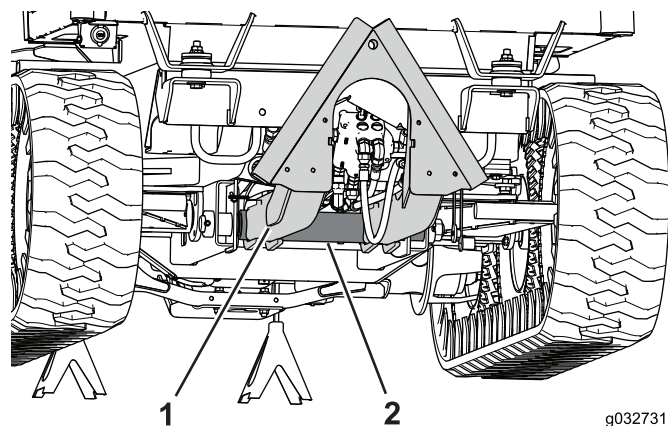

Figura 105
3. Posicione um apoio de solo debaixo do ponto de articulação para o conjunto do engate e levante a dianteira da estrutura até as rodas centrais balançarem para trás, quase em contacto com as rodas traseiras (Figura 105).